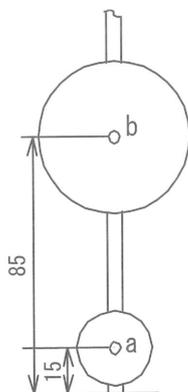
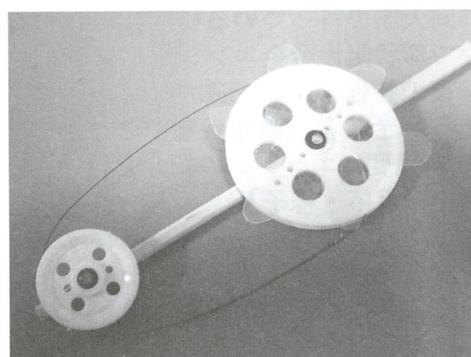

図1 形状記憶合金ミニエンジン設計図
図2 形状記憶合金ミニエンジン
- ① わりばしを割り、図1のa(下端から15mm)とb(85mm)の部分に印を付け、キリで貫通しない程度の大きさの穴を開ける。
- ② プーリーにブッシュをはめる。
- ③ aに大プーリー、bに中プーリーを、ブッシュの穴に釘を通してはめ込む。このとき、わりばしを割らないように注意する。取り付けにくい場合はかなづちを使用する。
- ④ 2つのプーリーをつなげるように形状記憶合金を巻く。
- ⑤ 形状記憶合金の先端を銅線で結ぶ。結び目は1cmくらいにする。
- ⑥ 大プーリーにクリアファイルを使って飾りをつけ、完成(図2)。